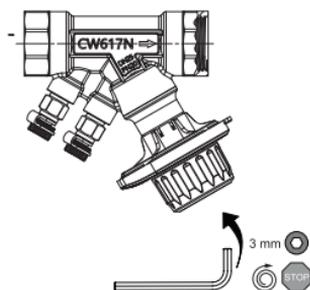

Рис.3
3. Используя шестигранный ключ размером 3 мм, поверните внутренний шпindel по часовой стрелке до упора (рис. 3).